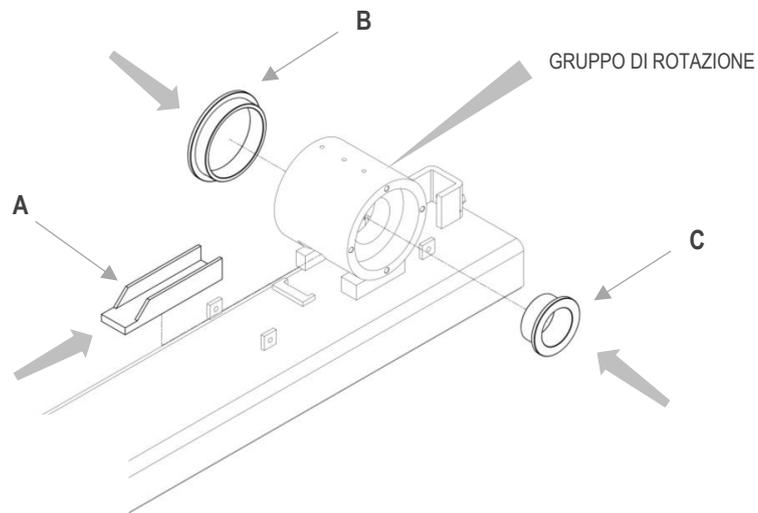

Figura 19
3. Verificare che le bronzine **A**, **B** e **C** (vedi Figura 19) siano alloggiate correttamente.